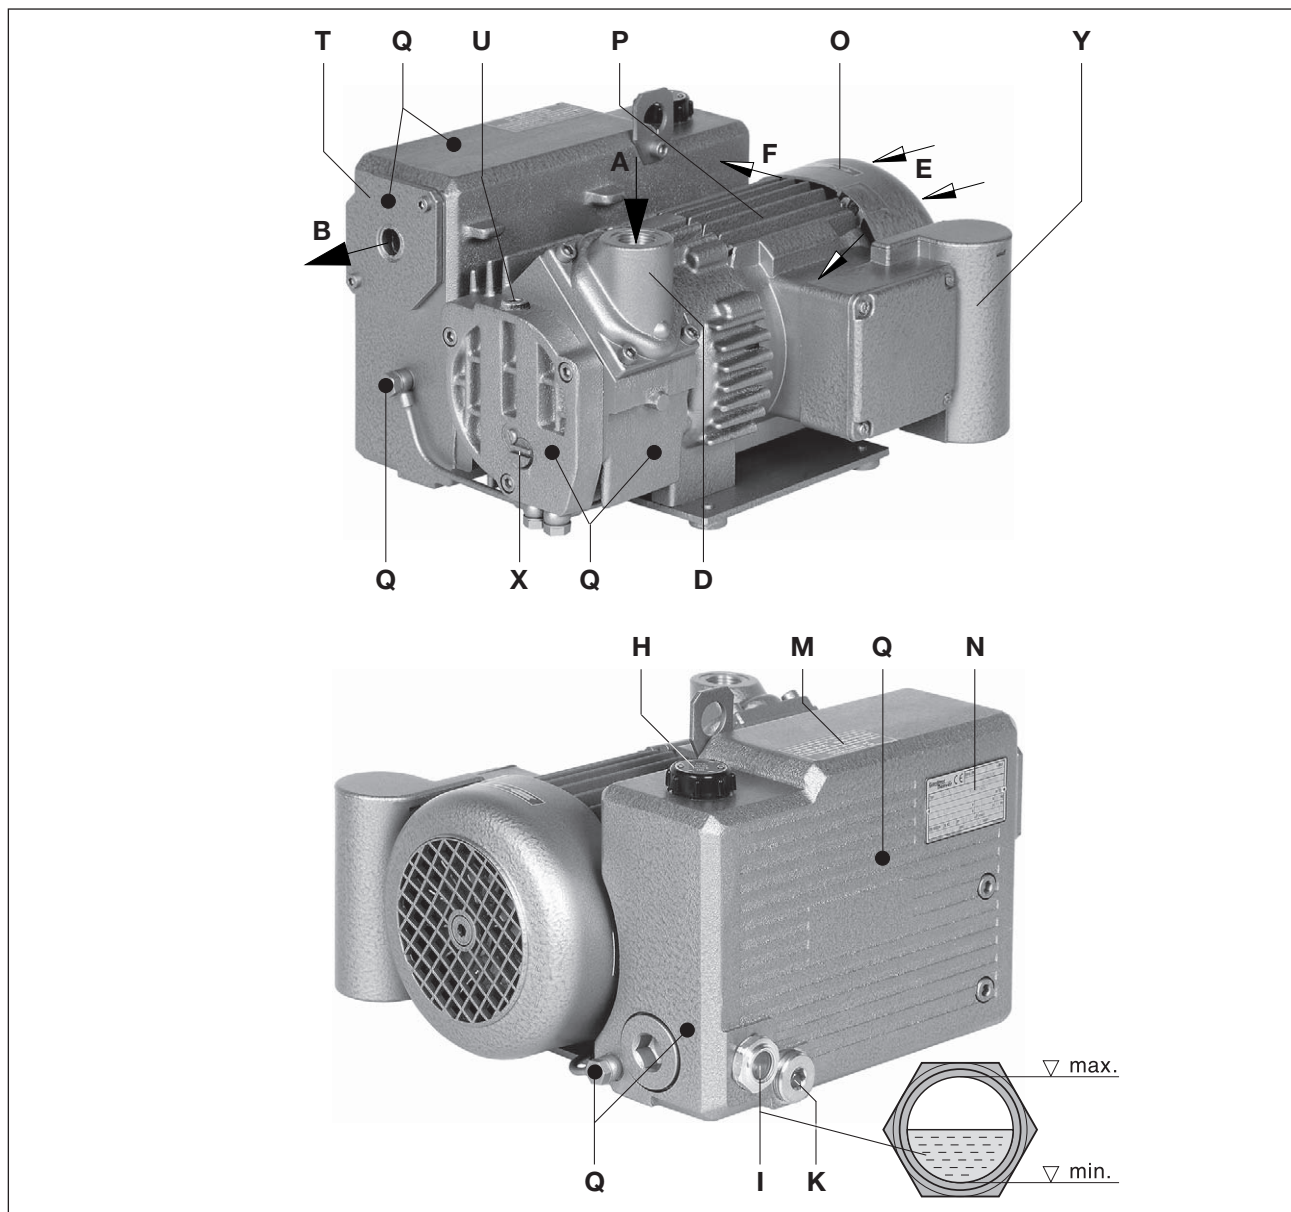

Рис. 2 Вакуумный насос V-VGD 10 / V-VGD 15
Газобалластный вентиль ((рис. 2/U) → Принадлежности) препятствует конденсации водяного пара во внутреннем пространстве прогретого насоса при всасывании небольших объемов пара.
Максимальный предельный вакуум [средний вакуум 2 мбар (абс.) или низкий вакуум 10 мбар (абс.)] может устанавливаться эксплуатирующей организацией (см. установочный болт (рис. 2/X)).
Место заливки масла (рис. 2/H), маслоуказатель (рис. 2/I) и отверстие для слива масла (рис. 2/K) должны быть легко доступны. Впускное (рис. 2/E) и выпускные (рис. 2/F) отверстия для охлаждающего воздуха должны находиться на расстоянии не менее 15 см от соседних стен. Необходимо предупредить повторное всасывание охлаждающего воздуха. Для работ по техническому обслуживанию необходимо предусмотреть перед угловым фланцем (рис. 2/D) и крышкой для продувки (рис. 2/T) расстояние 30 см.
Запрещается закрывать или сужать вентиляционное отверстие (рис. 2/В).
- a) Вакуумное соединение (рис. 2/A) находится на угловом фланце рис. 2/D).
- b) Всасываемый воздух может свободно выходить через вентиляционное отверстие (рис. 2/В) или отводиться через шланго-/трубопровод.
- a) Залить смазочное масло (подходящие марки см. в главе «Техническое обслуживание») в месте заливки масла (рис. 2/Н) до верхней кромки маслоуказателя (рис. 2/1).
- a) Электрические параметры двигателя находятся на заводской табличке (Рис. 2/N) или на самом двигателе. Двигатели соответствуют DIN EN 60034 и выполнены по классу защиты IP 55 и классу изоляции F. Схема соответствующего подключения находится в клеммном ящике двигателя (выпадает при осуществлении штекерного соединения). Параметры двигателя должны сравниваться с параметрами имеющейся электросети (тип тока, напряжение, частота, допустимая сила тока).
В рабочем режиме температуры поверхностей компонентов (Рис. 2/Q) могут превышать 70°C.
- ▷ Предусмотренное направление вращения приводного вала обозначено стрелкой (рис. 2/0) на фланце двигателя.
- б) После коррекции направления вращения (в случае необходимости) необходимо снова запустить двигатель и отключить примерно через 2 минуты для заливки отсутствующего масла до верхней кромки маслоуказателя (рис. 2/1). Запрещается открывать место заливки масла во время работы насоса.
- ▷ Рабочий диапазон регулируется поворотом установочного болта (рис. 2/X, 4/X).